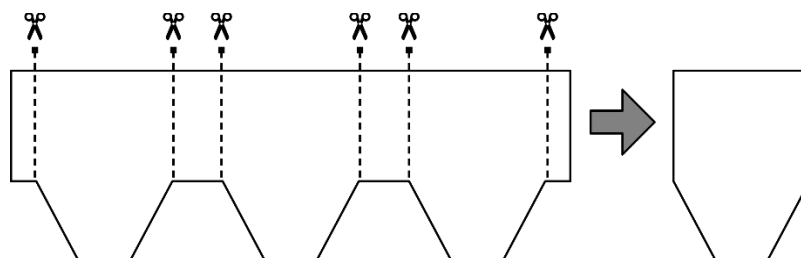

Fig. 10 - Preparazione elementi colmo
- Predisporre gli elementi di colmo andando a tagliare in tre pezzi una tegola intera - Fig. 10.
- Predisporre gli elementi di colmo andando a tagliare in quattro una tegola intera e sagomando la parte superiore con una certa inclinazione di taglio - Fig. 10.